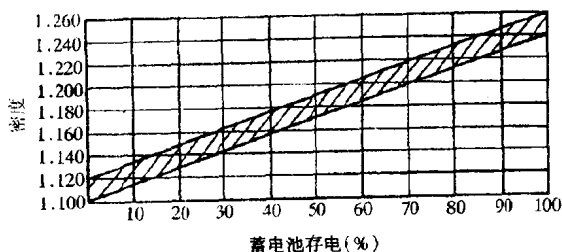
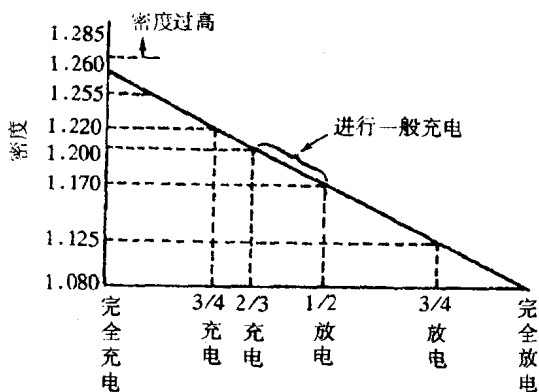
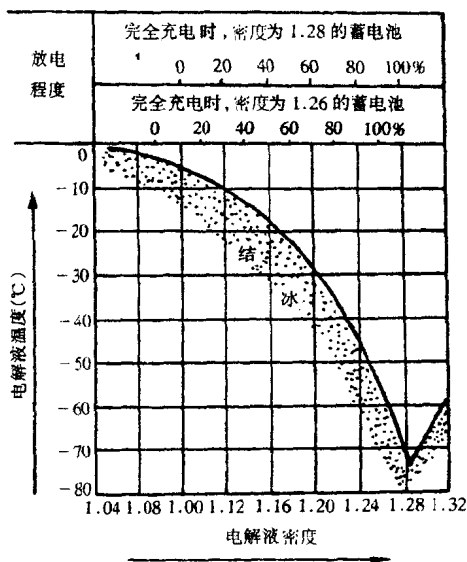

图 4 蓄电池电解液密度和蓄电池存电量的关系曲线 (20°C)
图 5 蓄电池电解液密度和充电时期的关系 (20°C)
图 6 蓄电池放电程度、电解液密度和冰点温度的关系 (20°C)
(2) 用扳手松开蓄电池负极接线桩的紧固螺母，摘下连接导线。这是一项基本的顺序作业，目的是检查起动系统电路是否有断路和蓄电池桩头部是否松脱，以防短路。
(3) 用手摇动蓄电池和起动机的连接导线，如果发现有松脱情况，应及时锁紧。
(4) 接线桩部接触不良时，松开固定螺母取下导线，用纸、布等把粘附于线端和桩头上的污物擦拭、打磨和清除干净，以改善导线与蓄电池接线桩间的导电性能，而后重新安装。
(5) 蓄电池放完电，除进行充电外，别无他法。检查结果，如果蓄电池正常，电路接线上也无异常，但起动机仍不转动，可以肯定的是起动机出了故障。
(6) 寒冷环境对蓄电池的工作性能影响很大。一到冬天，许多驾驶员往往因发动机起动困难而被弄得束手无策。这是由于冬季气温低，蓄电池内部的化学反应作用衰减造成的。例如，电解液温度为 25°C 时，蓄电池容量为 100%；当温度下降到 -10°C ，蓄电池的供电能力降低到 70% 左右。所以，在冷天如果用了电解液不足或电解液密度又很低的蓄电池，常常会造成发动机起动困难（图 4、图 5、图 6）。